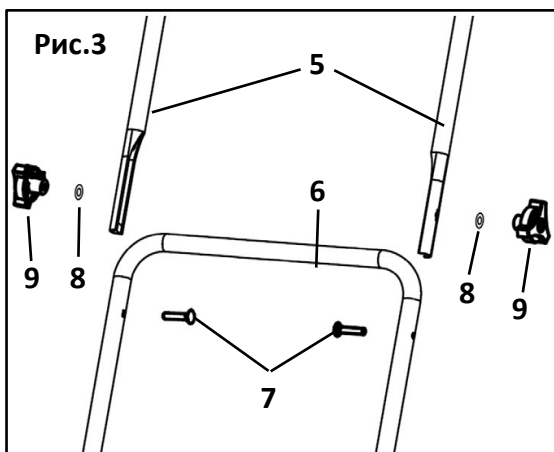

Рис.3
- Установите верхнюю часть рабочей рукоятки. Совместите отверстия в верхней (5) и нижней (6) частях рабочей рукоятки, вставьте в образовавшиеся отверстия болты (7), установите шайбы (8) и закрутите барашковые гайки (9) (Рис. 3).